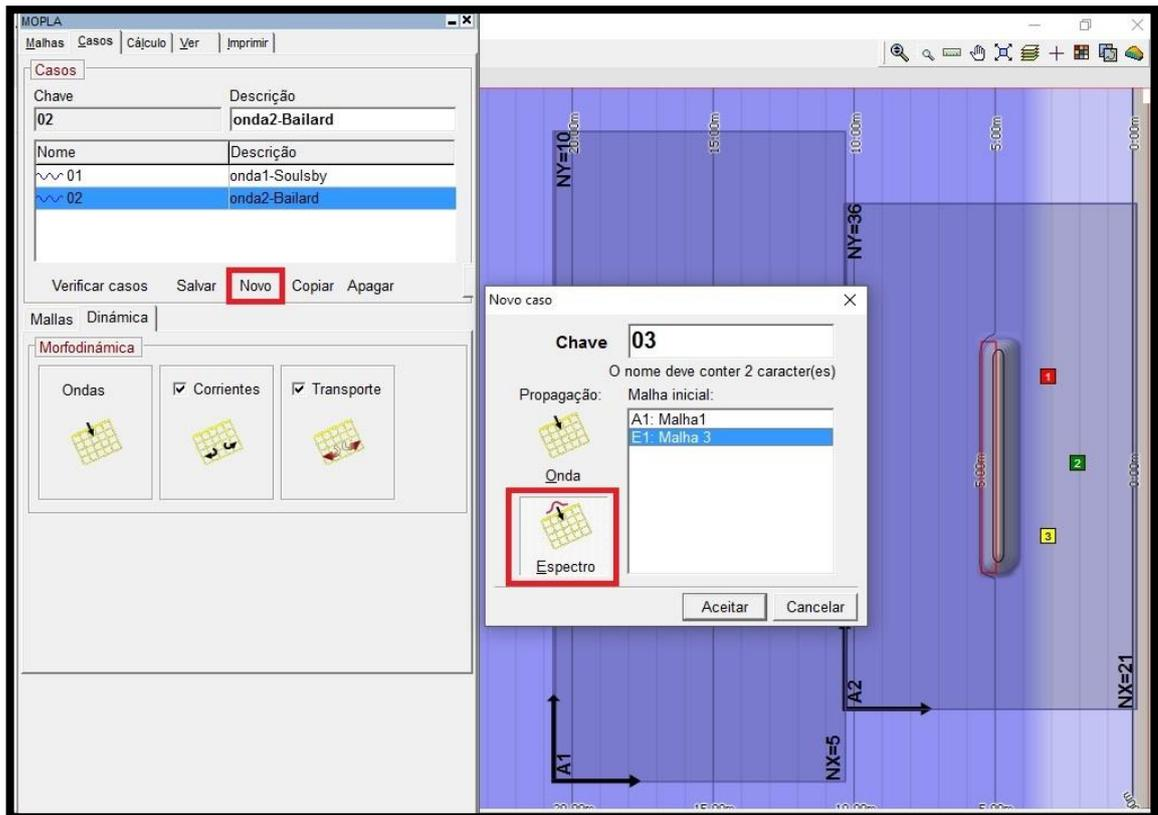

Figura 16 – Na opção Espectro, na janela Novo caso, cria-se um caso com propagação de ondas espectrais.
- 30) Para isso, clicar no botão “Novo”, ainda na aba “Casos”. Na janela “Novo Caso”, deixar o nome como predeterminado (03). Em propagação, clicar na opção “Espectro” (Figura 16). Selecionar, na lista “Malha inicial”, a **malha E1** e clicar em “Aceitar” para finalizar. Devido ao fato de E1 ser uma malha simples, não é necessário mudar nada na subaba “Malhas”.